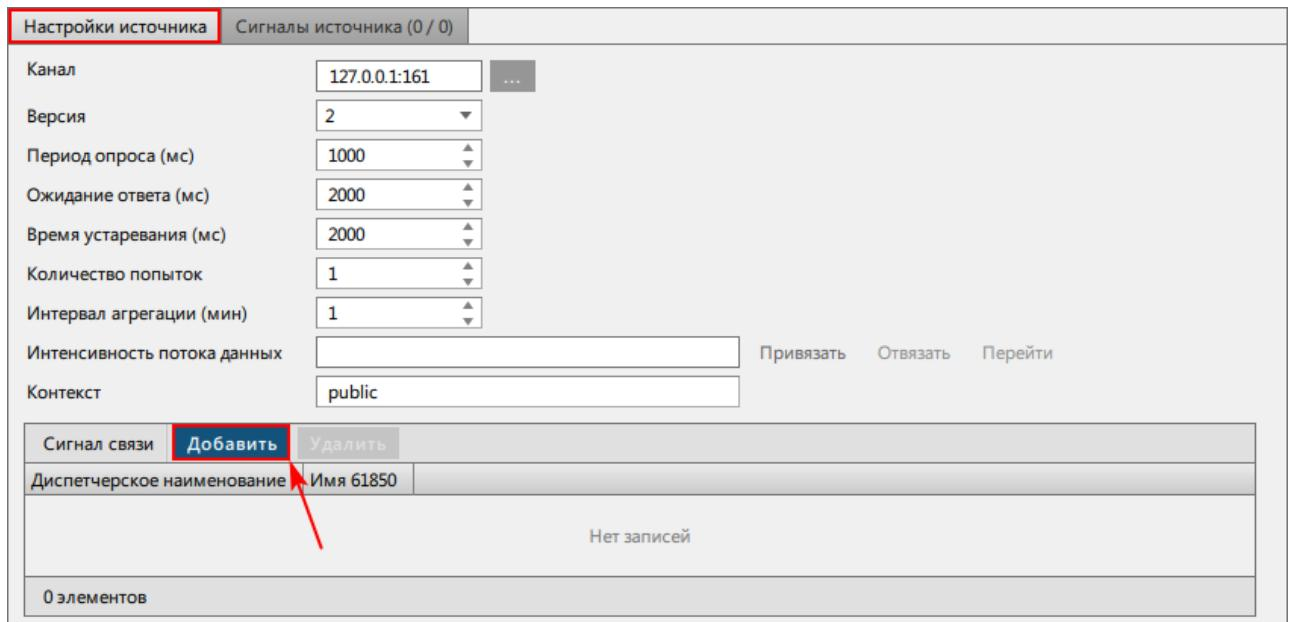

Рисунок 249 - Добавить сигнал
- Нажмите **Добавить** на вкладке **Настройки источника** (Рисунок 249).